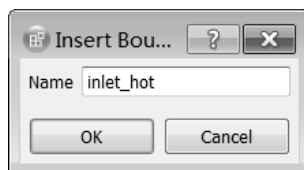

图 17-22 添加入口 (1)
Step6：单击工具栏中的 （边界设置）按钮，在弹出来的如图 17-22 所示的 Insert Boundary 对话框的 Name 栏中输入 inlet_hot，单击 OK 按钮确定。